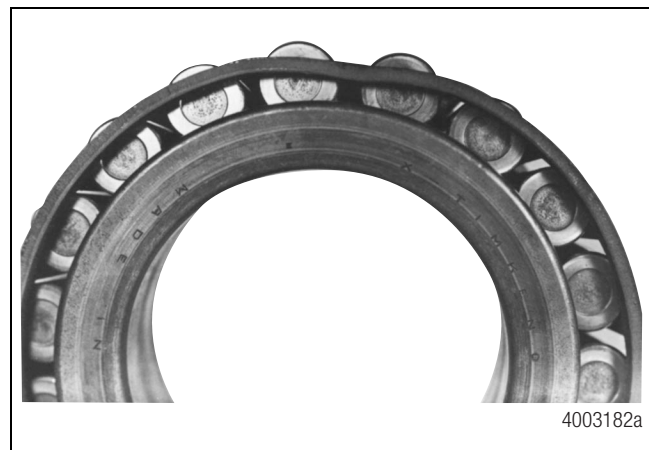

Figura 4.9
D. Los extremos de rodillos y las costillas están desconchados. Figura 4.9 y Figura 4.10.